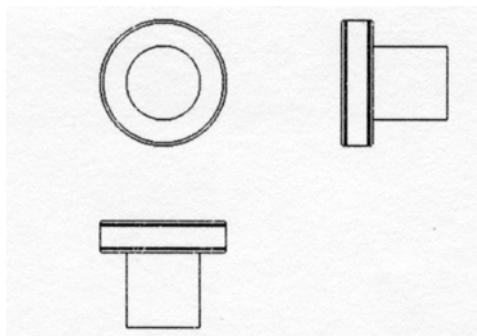

Рис. 11. Размещение видов на чертеже.
6. Нажмите кнопку мыши, чтобы разместить вид спереди с именем **Чертежный вид1**, как показано на рис. 11. При перемещении указателя ж данному виду в подсказке он будет указан как **Чертежный вид1**.
4. Переместите виды на чертеж приблизительно в то же местоположение, которое показано на рис. 11.